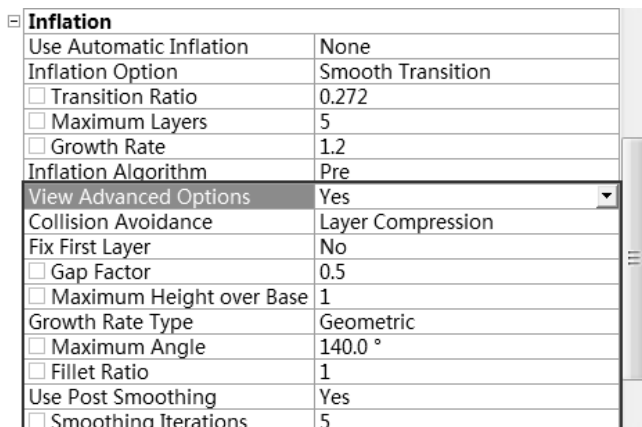

图 3-47 膨胀层高级选项
①Total Thickness（总厚度）：需要输入网格最大厚度值（Maximum Thickness）。
②First Layer Thickness（第一层厚度）：需要输入第一层网格的厚度值（First Layer Height）。
③First Aspect Ratio（第一个网格的宽高比）：程序默认的宽高比为 5，用户可以修改宽高比。
④ Last Aspect Ratio (最后一个网格的宽高比): 需要输入第一层网格的厚度值 (First Layer Height)。
(3) Transition Ratio (平滑比率): 程序默认值为 0.272, 用户可以根据需要对其进行更改。
(4) Maximum Layers (最大层数): 程序默认的最大层数为 5, 用户可以根据需要对其进行更改。
(5) Growth Rate (生长速率): 相邻两侧网格中内层与外层的比例, 默认值为 1.2, 用户可根据需要对其进行更改。
(6) Inflation Algorithm (膨胀层算法): 膨胀层算法有前处理 (基于 Tgrid 算法) 和后处理 (基于 ICEM CFD 算法) 两种算法。
① Pre (前处理): 基于 Tgrid 算法, 所有物理模型的默认设置。首先表面网格膨胀, 然后生成体网格, 可应用扫掠和二维网格的划分, 但是不支持邻近面设置不同的层数。
② Post (后处理): 基于 ICEM CFD 算法, 使用一种在四面体网格生成后作用的后处理技术, 后处理选项只对 patching conforming 和 patch independent 四面体网格有效。
(7) View Advanced Options (显示高级选项): 当此选项为开 (Yes) 时, 此时 Inflation (膨胀层) 设置会增加如图 3-47 所示的选项。